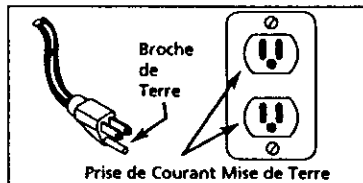

Figure 2
1. Ce produit est conçu pour l'utilisation d'un circuit de 120 volts et a une fiche de mise à la terre comme celle indiquée sur la Fig. 2. Assurer que le modèle est branché à une prise de courant qui a la même configuration que la fiche. Ce produit doit être mis à la terre. Dans l'événement d'un court-circuit, la mise à la terre diminue le risque de secousse électrique en fournissant un fil d'échappement pour le courant électrique. Ce produit est équipé avec un cordon qui a un fil de terre avec une fiche de terre. Cord must be plugged into an outlet that is properly installed and grounded in accordance with all local codes and ordinances.